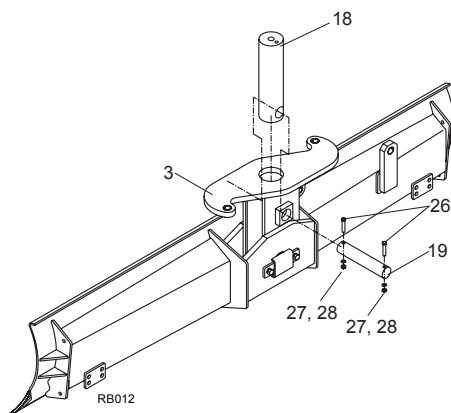

Figura 9. Instalación del perno rey
B. (Se hace referencia en la Figura 9). Inserte el perno rey (18) en la quinta (3) asegúrelo con el retén del perno rey (19) y usando los dos tornillos (26), tuercas (27) y arandelas de presión (28).